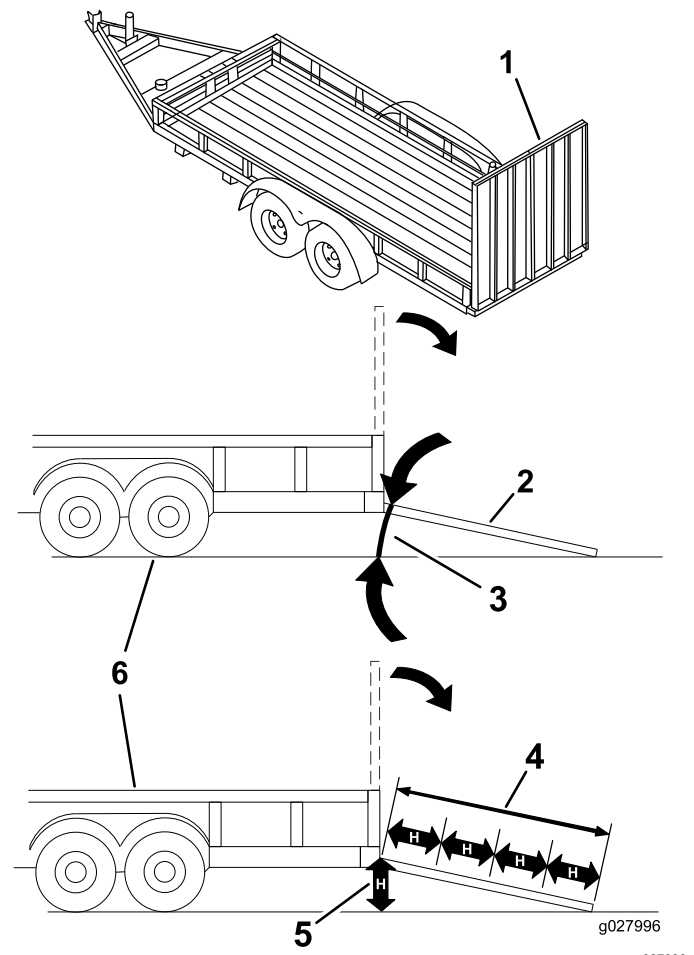

Figura 37
Încărcarea unei mainii pe o remorcă sau un camion crește riscul de răsturnare i poate cauza răni grave sau moartea (**Figura 37**).
3. Coborâi rampa, asigurându-vă că unghiul dintre rampă i sol nu depăește 15 grade (Figura 37).
1. Coborâi rampa, asigurându-vă că unghiul dintre rampă i sol nu depăește 15 grade (Figura 37).